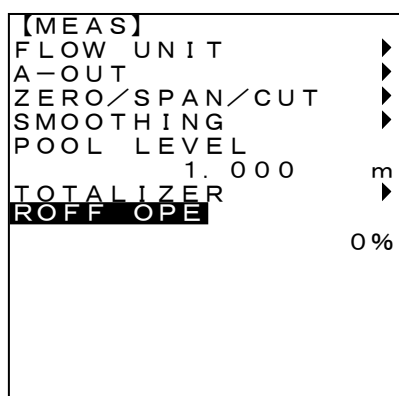

図4-7-15
3. <ENT>キーを押し設定値を決定します。(図4-7-15)